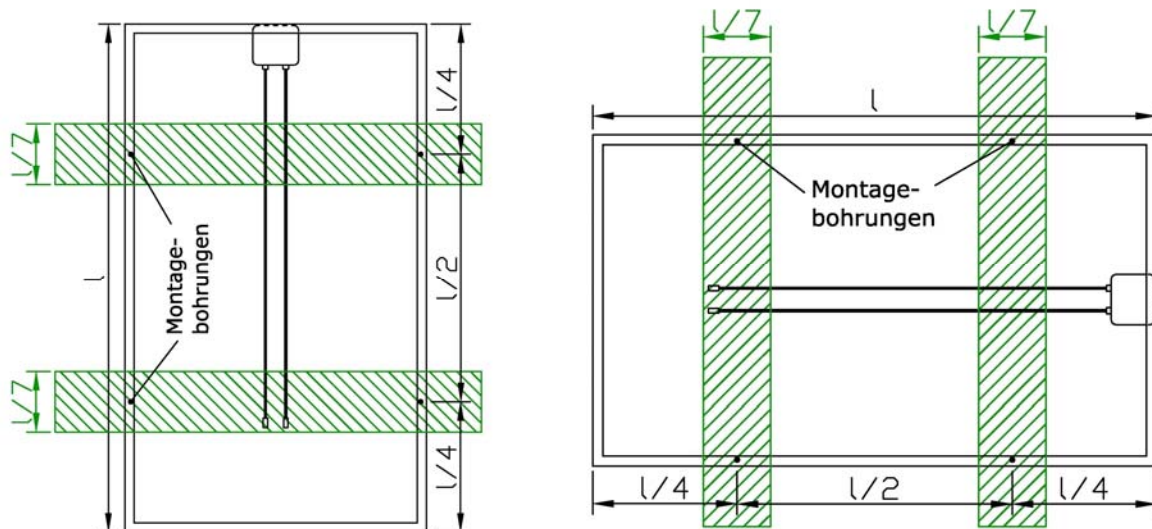

Abbildung 1 Befestigungsbereich der Solarmodule
- Befestigungsbereiche nach Bild 1 beachten. Die Module müssen mindestens an 4 Punkten sicher befestigt werden (siehe Montagebohrungen in der Rahmenzeichnung). Der Rahmen ist für die Befestigung an den Längsseiten statisch nachgewiesen, eine Befestigung an den Schmalseiten darf nicht vorgenommen werden.